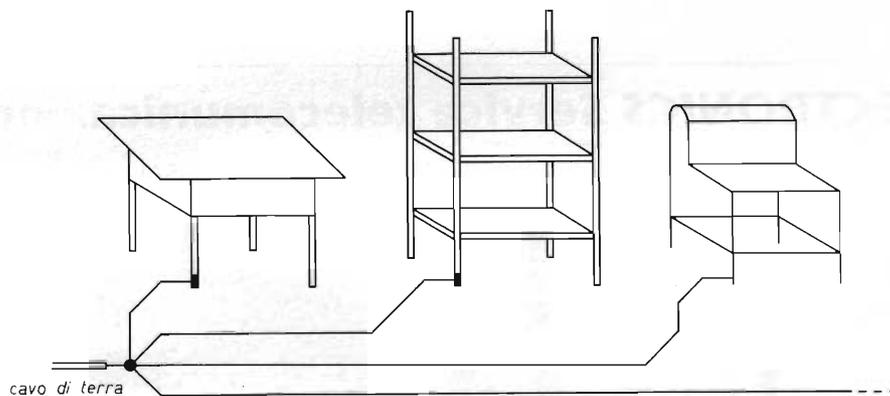

figura 4c - Cablaggio esatto. Se possibile è preferibile così.
P.S.: ancora un consiglio: se possibile connettete a terra ogni parte metallica del laboratorio, compreso rubinetti, scaffali e banchi di lavoro ecc. (figura 4c).